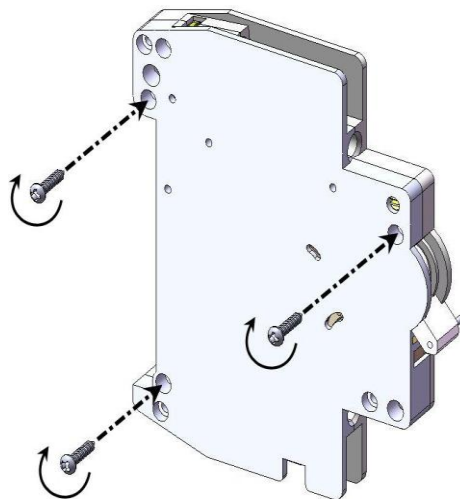

Рис. 2
3. Вставьте в указанные отверстия самонарезающие винты в соответствии с рис.2 и вкрутите их заподлицо с плоскостью левой боковины. Если винты уже вкручены, то данный этап можно пропустить.